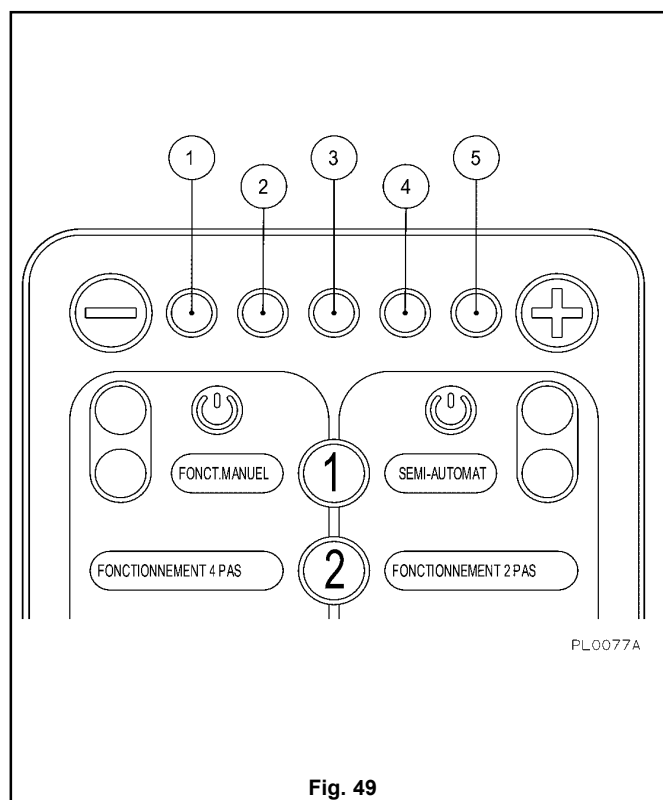

Fig. 49
Les anomalies de fonctionnement détectées par l'unité de contrôle sont signalées à travers l'allumage des 5 leds de la barre d'affichage (de 1 à 5 fig. 49) selon une combinaison bien déterminée.
- Appuyer en tournant à gauche le couvercle du porte-fusible (fig. 49).